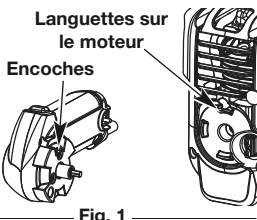

Fig. 1
1. Placez la broche du démarreur électrique dans le trou à l'arrière du moteur en vous assurant que les languettes correspondent avec les encoches sur le démarreur électrique. (Fig. 1)